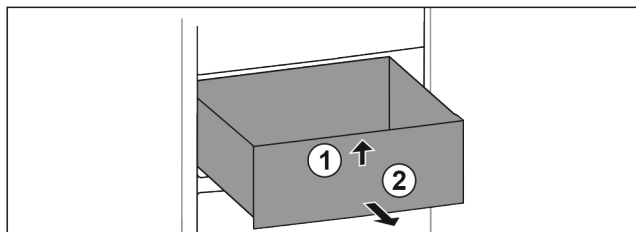

Fig. 138
- ▶ 抬起抽屉前部。 Fig. 138 (1)
- ▶ 朝前取出抽屉。 Fig. 138 (2)